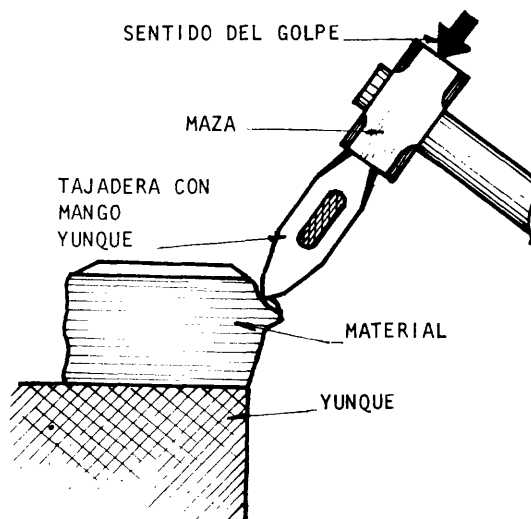

Fig. 3
- 2) Si la superficie del corte no es suficientemente neta, coloque la tajadera inclinada y haga aplicar algunos golpes hasta cortar el excedente (fig. 3).